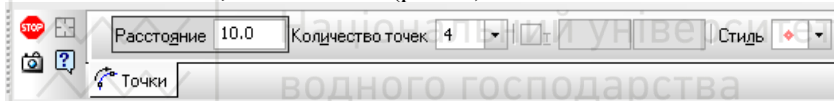

Рис. 5. Панель властивостей команди **Точка на заданном расстоянии**
4. Точка на заданном расстоянии – дозволяє побудувати точки на кривій, що знаходяться на заданій відстані від вказаної точки на цій кривій (базової точки) і один від одного. Має параметри: відстань між точками, кількість точок, координати початкової точки, стиль точок (рис. 5).